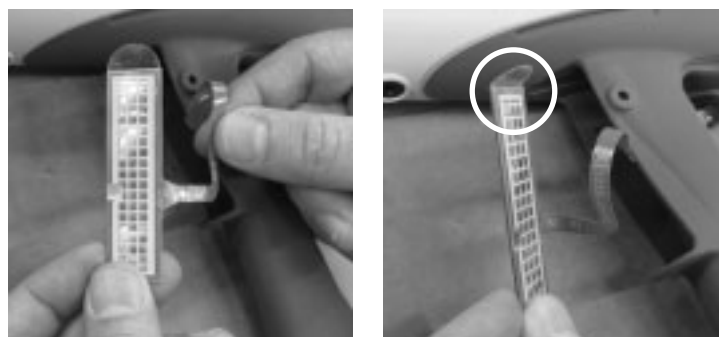

Figura 6-10 Instalar el interruptor de activador – Paso 3
- Ver la Figura 6-10. Poner recto el cable plano, posteriormente doblar la lengüeta de extracción en la parte superior del interruptor de manera que queda perpendicular con respecto al interruptor.